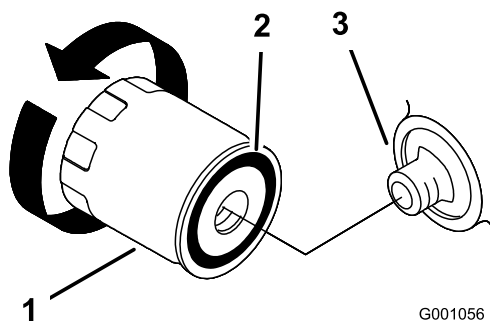

Рисунок 48
2. Извлеките старый фильтр и протрите поверхность прокладки переходника фильтра (Рисунок 48).
5. Нанесите тонкий слой свежего масла на резиновую прокладку нового фильтра (Рисунок 48).
6. Установите новый масляный фильтр на переходник фильтра и поворачивайте его по часовой стрелке, пока резиновая прокладка не войдет в контакт с переходником фильтра, после чего затяните фильтр, повернув его еще на 2/3 оборота (Рисунок 48).